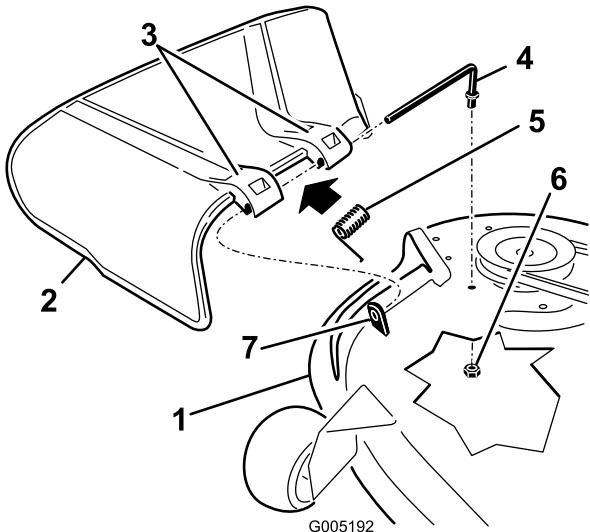

Figure 71
1. Repérez les éléments illustrés à la Figure 71.
2. Retirez l'écrou (3/8 pouce) de la tige, sous le plateau de coupe (Figure 71).
3. Sortez la tige de la courte cheville de positionnement, du ressort et du déflecteur d'herbe (Figure 71). Déposez le déflecteur d'herbe s'il est endommagé ou usé.
4. Remettez en place le déflecteur d'herbe (Figure 71).
6. Placez le ressort sur la tige, les fils d'extrémité dirigés vers le bas, entre les supports du déflecteur d'herbe. Insérez la tige dans le deuxième support du déflecteur d'herbe (Figure 71).
7. Insérez la tige à l'avant du déflecteur dans la courte cheville de positionnement sur le plateau. Fixez l'extrémité arrière de la tige dans le plateau de coupe à l'aide d'un écrou (3/8 pouce) (Figure 71).